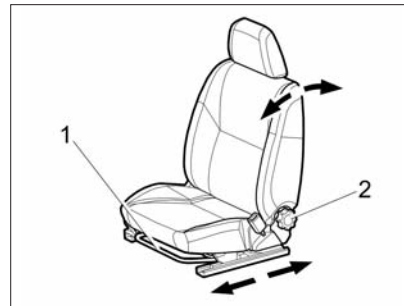

Рис. 9. Переднее сиденье
**Передние сиденья.** Для регулировки передних сидений в продольном направлении потяните блокирующий рычаг **1** (рис. 9) вверх. После установки сиденья в удобное положение опустите рычаг и, небольшим перемещением сиденья вперед-назад, добейтесь его надежной фиксации.
**Рис. 9а. Переднее сиденье (вариантное исполнение)**
наклона и положение подушки сиденья, поднимайте либо опускайте рычаг (см. рис. 9а), расположенный с внешней стороны подушки. Для того чтобы опустить подушку сиденья, толкните рычаг несколько раз вниз. Для того чтобы поднять подушку сиденья, потяните рычаг несколько раз вверх. Наклон спинки сиденья регулируется бесступенчато вращением круглой рукоятки с противоположной от рычага регулировки сиденья стороны.